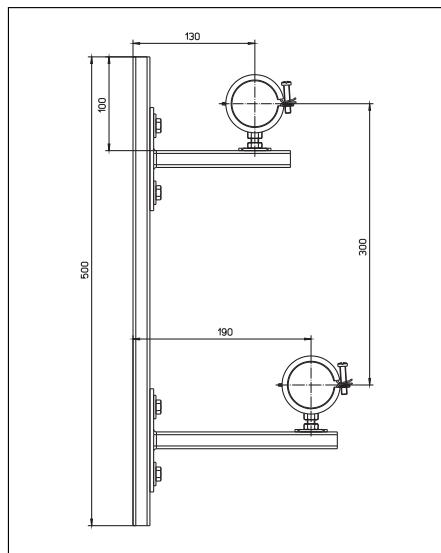

Fig. 5.2: Encombrements console
- Console (réf. 1414490): Pour la fixation du distributeur/collecteur «Multidis SFI» en laiton (encombrements voir fig. 5.2).